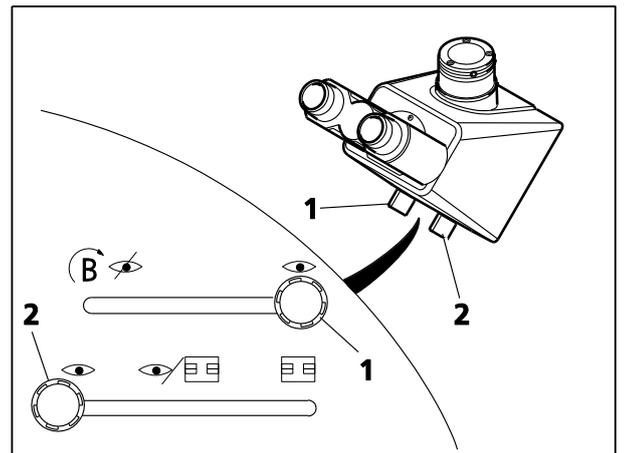

Fig. 72 Tube binoculaire 45°/23
Phototube binoculaire 45°/23 avec prisme coulissant pour vis / doc, lentille de Bertrand et obturateur manuel de vis (Fig. 72)
- Ouvrir et fermer l'obturateur en faisant glisser le bouton rotatif / coulissant (Fig. 72/1) :
- Changer la trajectoire du faisceau (prisme coulissant vis / doc) à l'aide du bouton coulissant (Fig. 72/2) :